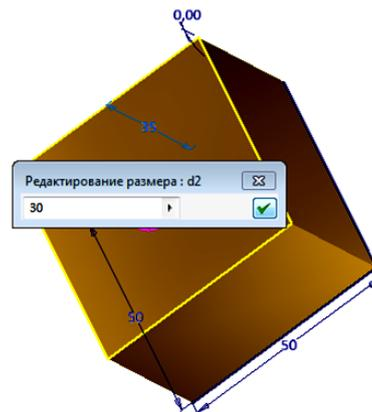

Рис. 4.16. Изменение высоты пластина на 30 мм
5. Выберите размер 35 мм и сделайте двойной щелчок ПКМ. В окне редактирования размера введите размер 30 мм и нажмите кнопку «*ОК*» (рис. 4.16).